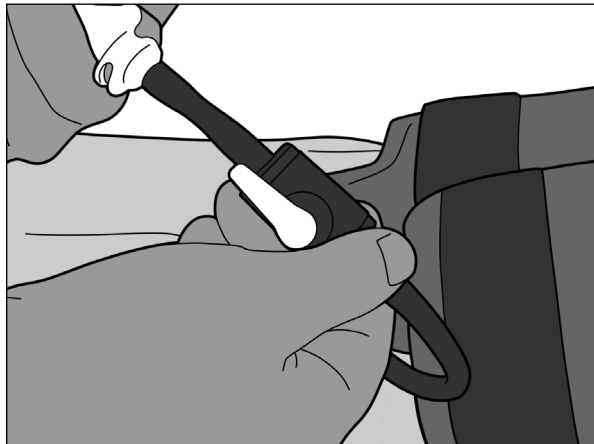

Abb. 18
5. Öffnen Sie das Ventil nach 2 Minuten, indem Sie das Ventil in mit dem Schlauch in eine Linie bringen (Abb. 18).